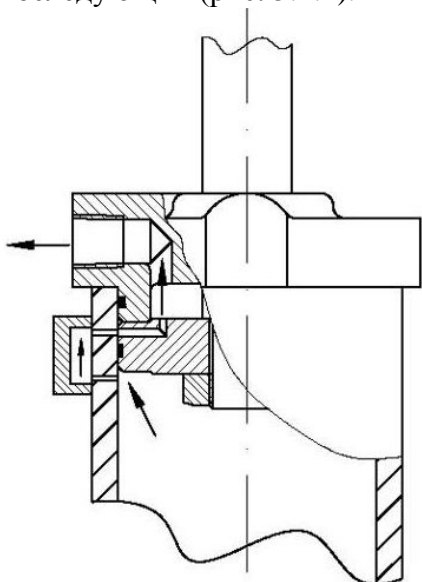

Рис. 5.1.1. Масло проходит через цилиндр, обходя поршень
1. Удерживать рукоятку гидрораспределителя трактора в положении «подъем» несколько секунд, пока штоки всех цилиндров не выдвинутся полностью и агрегат не будет поднят. При этом масло будет обходить поршень каждого предыдущего, уже сработавшего цилиндра, и заполнять последующий (рис. 5.1.1).